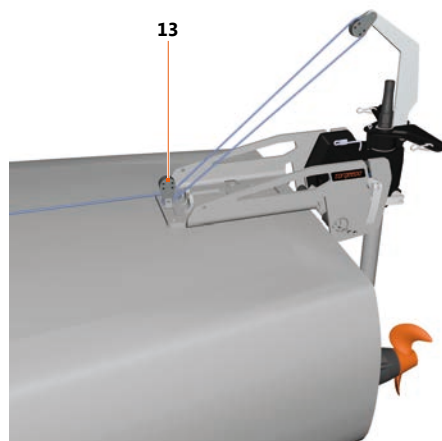

Fig. 24: Système de poulie des modèles 1103 AC
1. Accrochez le mousqueton du cordon de pivotement (11) au bras pivotant (12).
2. Passez le cordon de pivotement (11) dans l'un des deux systèmes de guidage (10).
Pour le modèle 1103 AC, le cordon de pivotement (11) doit être passé par le système de poulie, voir "**Fig. 24: Système de poulie des modèles 1103 AC**".
- Fixez la manette noire à l'avant du cordon de pivotement (11).